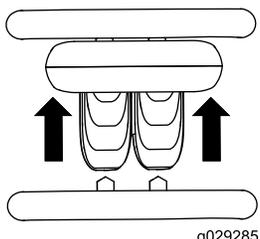

Рисунок 7
- Для того, чтобы начать движение вперед, переместите рычаг управления тягой вперед (Рисунок 7).